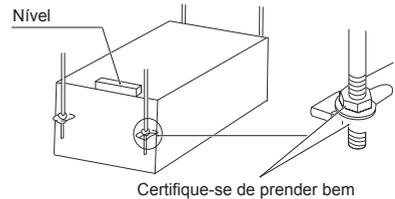

Fig. 5-7
3. Use um nível para confirmar se a unidade está mesmo na horizontal. (Evite inclinação para o lado que não é o de drenagem; é preferível que a inclinação seja ligeiramente para o lado de drenagem). Consulte a Fig. 5-7.